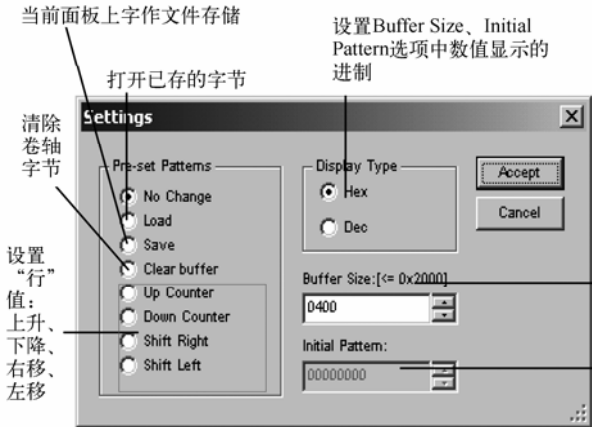

图 5-61 模板预设
单击“Setting”按钮，系统弹出行的字值设置模板，共有 3 项，如图 5-61 所示。
1) Pre-set Pattern 行的字值选项，这些选项在图 5-61 所示中已一一标示。其中，Shift Right、Shift Left 被选中时，其排列规则可按二进制值说明，每递增一行序，二进制值向右或向左移动一位，即行的字值按 2 的几何级数递增或递减，如图 5-62 所示。有规律行的字值是预先以文件形式保存的。当输入行的字值排列有规律时，往往调用已保存在文件中的行值，省去人工输入的麻烦。